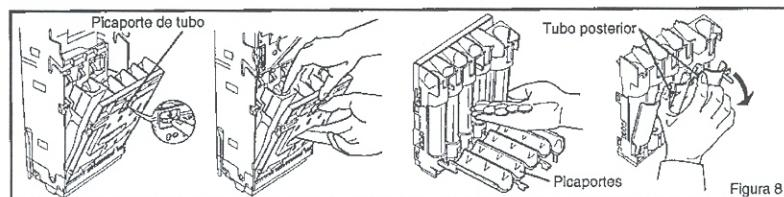

Figura 8
3. Manualmente quitándose el casete (Sírvase ver la Figura 8): Apriete el picaporte y quite el conjunto de casete hacia Vd. Apriete las dos palancas superiores para soltar la cubierta del tubo posterior. Rellene tanto muchas monedas individuales en los tubos respectivos como se requieren. Cierre la cubierta del tubo posterior, reinstale el conjunto de casete en lugar. Recomendamos que se llene cada tubo al sensor de tubo superior o al menos se llenen los tubos primarios.